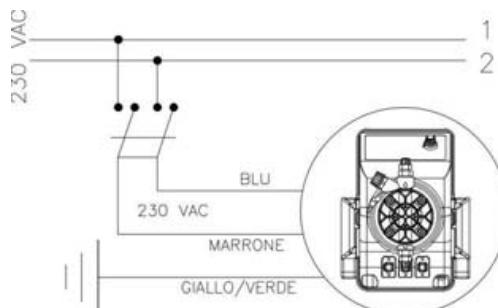

Fig. 4
- b.- Todas as nossas bombas dosadoras eletromagnéticas são monofásicas 230 V - 50/60 Hz (Fig. 4).